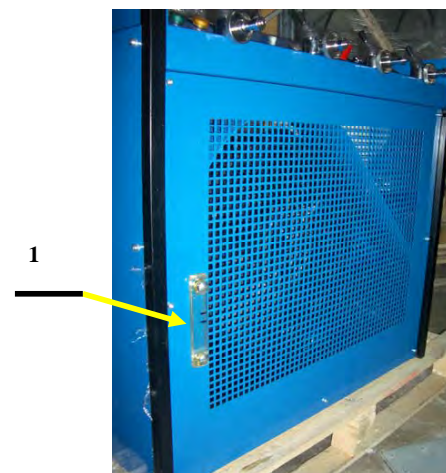
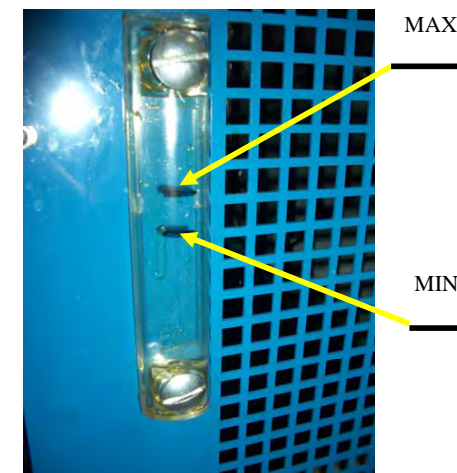

Рисунок 4
Рисунок 5
Уровень масла определяется по меткам на мерной трубке 1 (рисунок 4), установленной на переднем ограждении компрессора. Уровень масла не должен опускаться ниже минимальной отметки (рисунок 5), а также не должен превышать максимальную отметку, так как это вызовет чрезмерное сажеобразование в клапанах и поршневых кольцах.
- проверить уровень масла по мерным трубкам на переднем ограждении (рисунок 5) и на компрессорном блоке (поз. 12 рисунок 1), при необходимости долейте масло до отметки max на мерной трубке. При вводе компрессора в эксплуатацию после консервации длительностью два года и более замените масло.